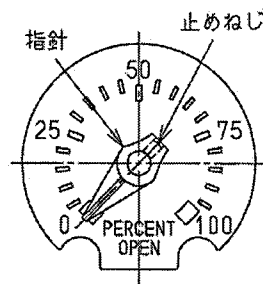

図6 ポジションインジケータ
3.9 ポジションインジケータ(各部品は図6を参照してください。)